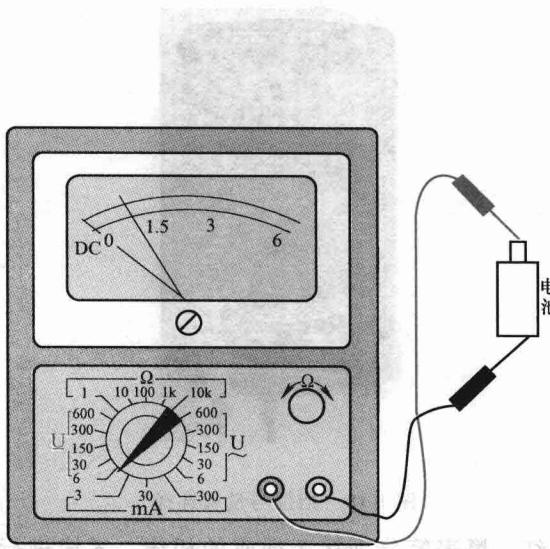

图 1-17 测量电池电压
3) 将红表笔与电源的正极连接, 黑表笔与电源的负极连接, 测量电池电压, 如图 1-17 所示。